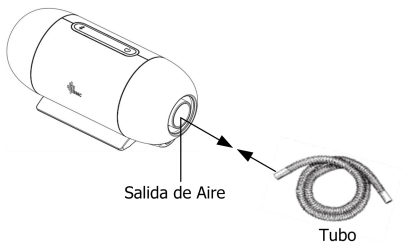

Fig. 12-4
(1) Conectar un extremo del tubo a la salida de aire del dispositivo, como se muestra en la Fig. 12-4.